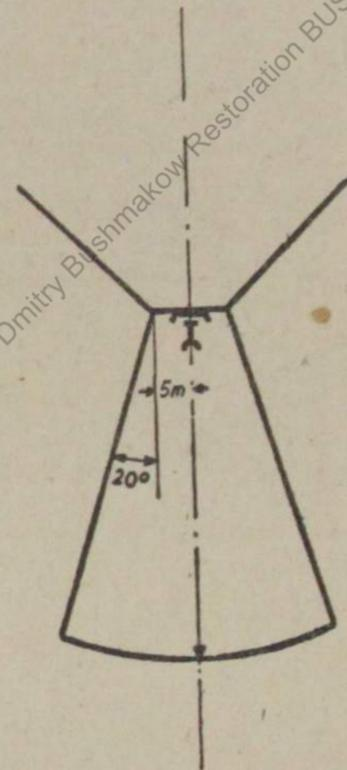

Bild 18
- Absperrung am Gerät siehe Bild 18.